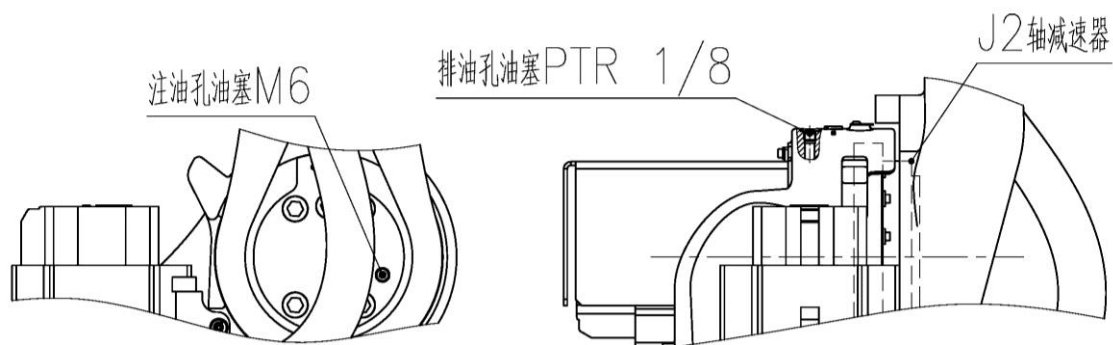

图 22 J2 轴减速机局部结构
(1) 油脂补充步骤（参考图 22）
- ④ 安装排油孔油塞前，低速运转 J2 轴几分钟，使多余的油脂从排油孔排出；
- ⑤ 用布擦净从排油孔排出的多余的油脂，在排油孔安装油塞。油塞的螺纹处要缠生胶带并用扳手拧紧。
(2) 油脂更换步骤（参考图 22）